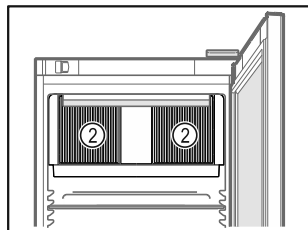

Fig. 58
- ❑ Дръжте вентилационните отвори Fig. 58 (2) на циркуляционния вентилатор във вътрешността свободни.